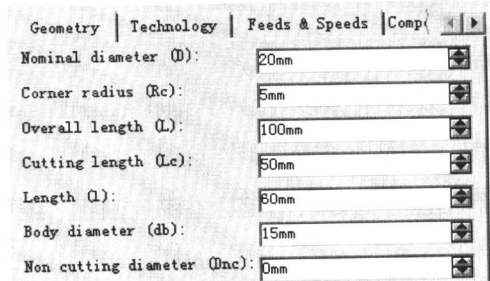

图 1.20 定义刀具参数
(1) 进入“刀具参数”选项卡。在“Power machining.1”对话框中（一）单击 选项卡。
(2) 选择刀具类型。在“Power machining.1”对话框（一）中单击 按钮，选择面铣刀为加工刀具。
(3) 刀具命名。在 Name 文本框中输入“T1 End Mill D 20”。
(4) 设置刀具参数。
① 在“Power machining.1”对话框（一）中单击 **More>>** 按钮，单击 **Geometry** 选项卡，然后设置如图 1.20 所示的刀具参数。